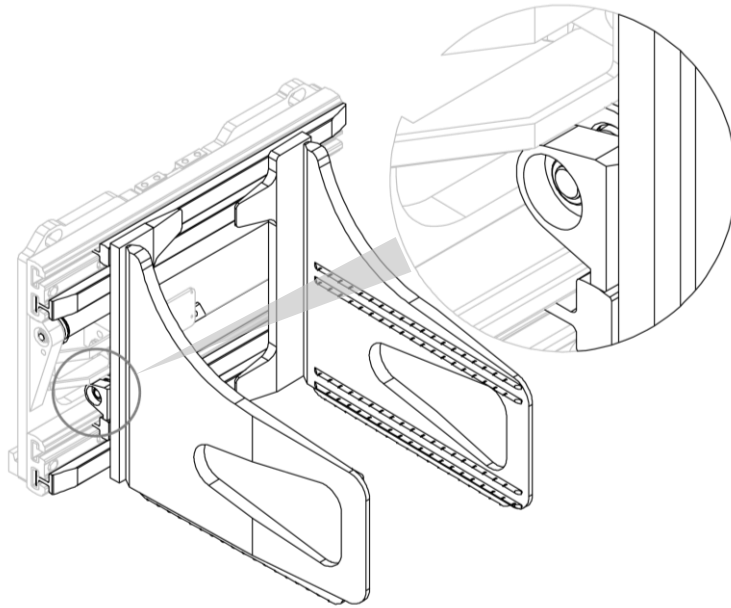
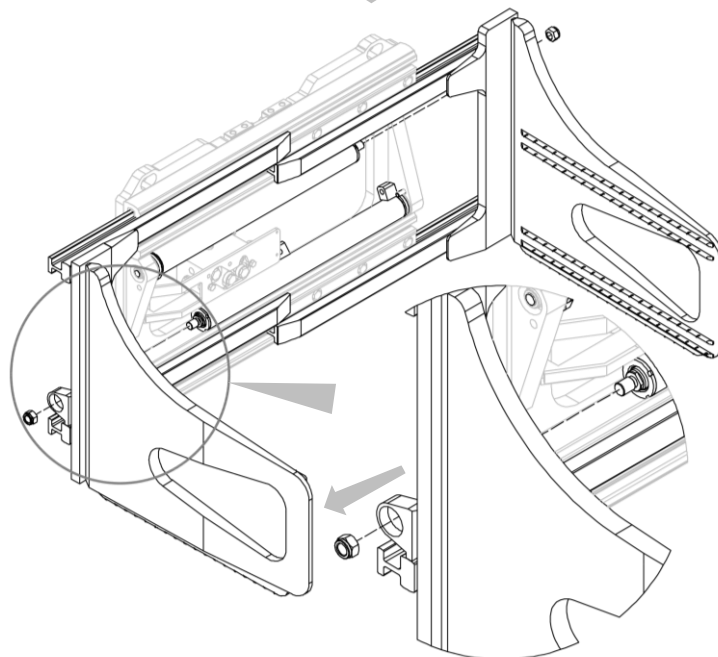

Figura 20
Figura 21
2. Remover los perfiles con los brazos después de desenroscar las tuercas que bloquean las horquillas (mira *Figura 20* y *Figura 21*).